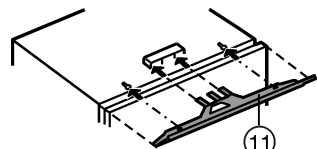

Fig. 9
- ▶ Opvulstrook Fig. 9 (11) in het midden op het apparaat monteren: in de opname schuiven en in de sleutelgaten inhaken.